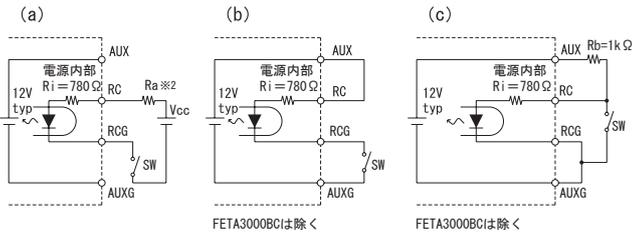

図1.3 リモートコントロール回路の接続例
- 出力のオンオフは、CN1/CN2 (FETA3000BCはCN3) へ信号を入力することで可能となります。外部電源を使用した場合の接続例を図 1.3 (a) に、内蔵した AUX を使用した場合の接続例を図 1.3 (b)、図 1.3 (c) に示します。
- ①RC に電流を流し込むことで、出力を停止します。
表1.3 リモートコントロールの仕様2 (図1.3の場合)